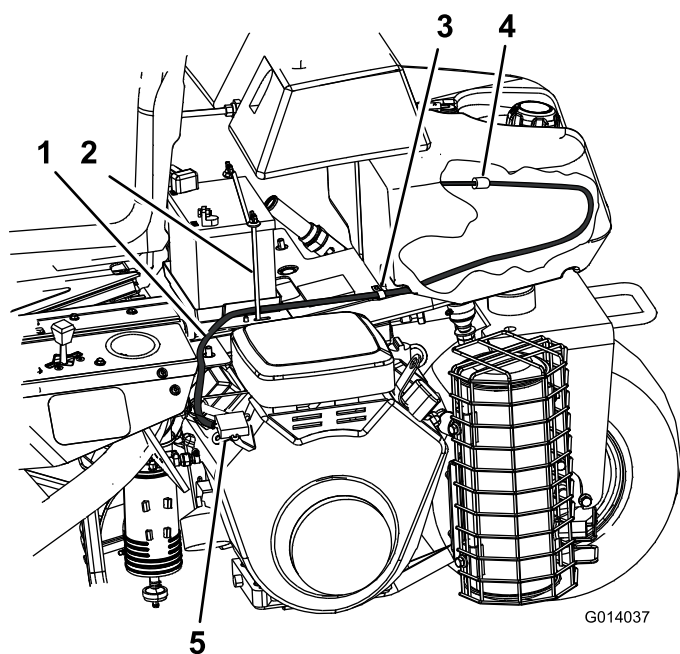

Figura 5
16. Togliete il tubo flessibile del carburante lungo e la fascetta stringitubo dalla pompa del carburante (Figura 5).
18. Infilate il tubo flessibile del carburante lungo nuovo dalla pompa del carburante, dietro il dispositivo di fissaggio della batteria, passando per il serratubo a R per arrivare fino al filtro del carburante (Figura 5).
20. Montate il tubo flessibile lungo sulla pompa del carburante nel punto da cui è stato estratto quello precedente e compare il simbolo IN sulla pompa (Figura 5).